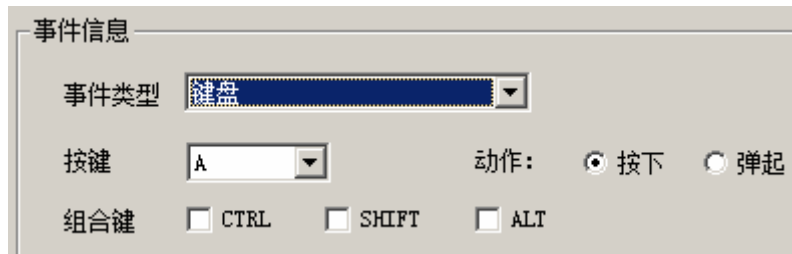

图 3-84 键盘事件类型
- 选择键盘，则通过对键盘按键的操作来触发事件，设置界面如图 3-84 所示。